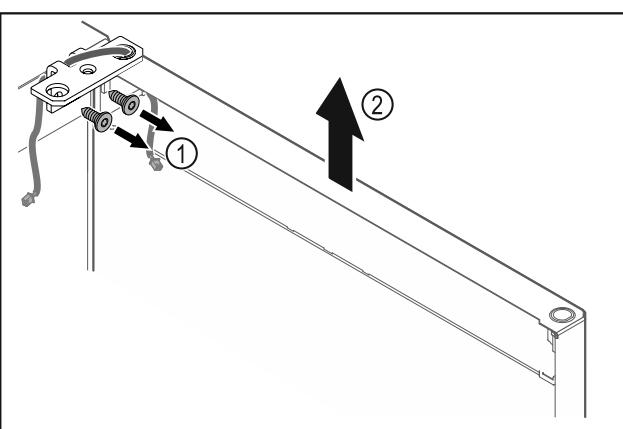

Fig. 15
- Ξεβιδώστε τη γωνία μεντεσέ Fig. 15 (1).
- Σηκώστε την πόρτα μαζί με τη γωνία μεντεσέ Fig. 15 (2) περίπου 200 mm ευθεία προς τα επάνω και αφαιρέστε τη.